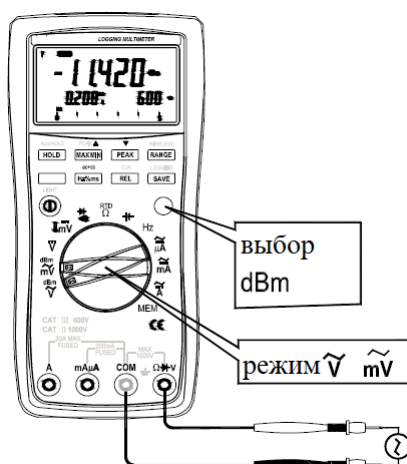

Рис. 13 Режим измерения уровня перем. сигнала (dBm)
2. Нажать **синюю клавишу**, чтобы выбрать функцию измерения dBm/ дБм. На главном экране отображается значение уровня сигнала в дБм, на первом вспомогательном экране (ниже) - переменное напряжение, а на втором вспомогательном экране – значение входного импеданса (**рис.13**).